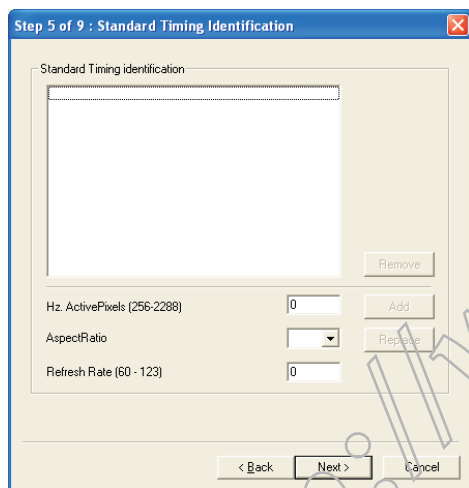

Fig. 18
4. Click **Next** , bring up Fig. 18.